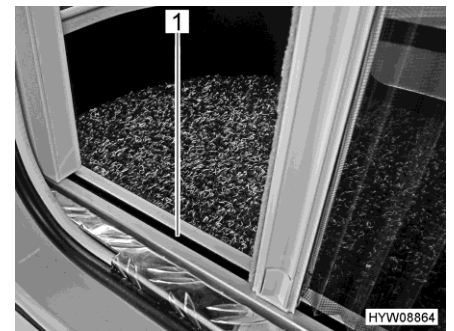

Bild 60 Insektsskydd (nedre ledning)
- ▷ Ta tag i listen med båda händer när du stänger och öppnar. Det minskar risken att insektsskyddet låser sig i ledningarna (Bild 60,1).